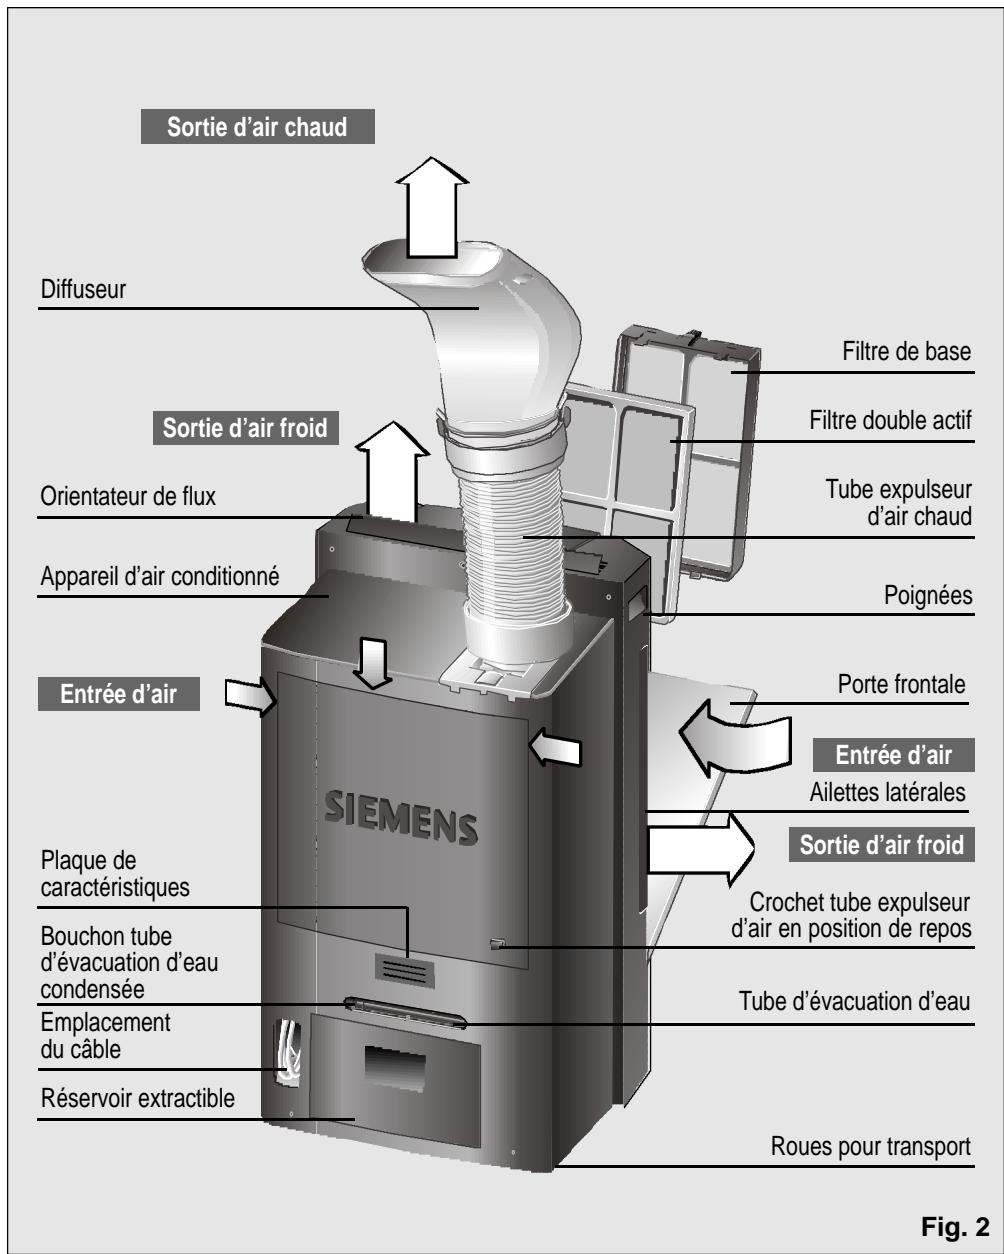

Fig. 2
- Le câble de branchement sur secteur dispose d'un logement dans la partie postérieure de l'appareil. Voir Fig. 2.